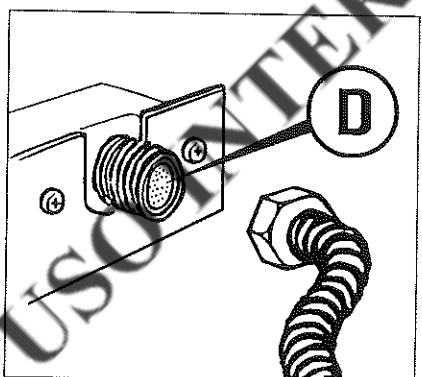
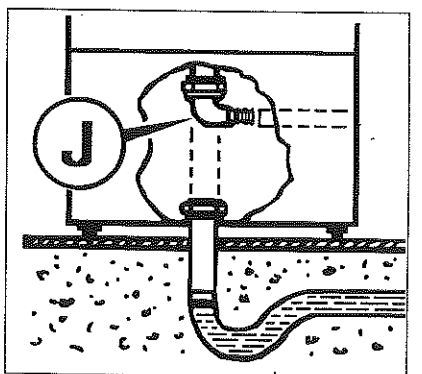

Fig. 2
Fig. 3
- Per i modd. **L40 - L40S**: nel caso si desideri effettuare l'installazione accanto ad un tavolo o lavello, con altezza totale di 85 cm, occorre regolare i piedini regolabili fino a raggiungere l'altezza desiderata (fig. 2 bis).
L'ingresso acqua ha un diametro di 3/4" ed è provvisto di filtro (particolare **D**, fig. 2); l'acqua dovrà avere una durezza compresa tra 10° e 14° Fr., altrimenti occorrerà installare un decalcificatore.
Lo scarico ha un diametro di 1" 1/2 e potrà essere collegato direttamente ad un sifone sottopavimento oppure, utilizzando l'apposito raccordo curvo **J** (ø 30 mm), ad uno scarico a parete (fig. 3).
Fig. 2 bis
- svitare il raccordo acqua (fig. 3, pag. 3) e pulire il filtro D (fig. 2, pag. 3) posto sull'alimentazione acqua, per rimuovere tutti quei detriti solidi presenti nelle installazioni nuove;